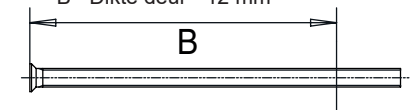

FIG. 7
IT PREDISPOSIZIONE DELLA PORTA TAGLIAFUOCO PER IL MONTAGGIO CON MANIGLIONE AD APPLICARE CON ELETTRICITÀ art. 1.07074.80.0 (Fig. 6 - Fig. 7)
- 3B. tagliare quadri e viti secondo le dimensioni indicate in fig. 7;
FR PREPARATION DE LA PORTE COUPE-FEU POUR LE MONTAGE DE LA BARRE ANTIPANIQUE A APPLIQUER DOTEE D'UN DISPOSITIF ELECTRIQUE art. 1.07074.80.0 (Fig. 6 - Fig. 7)
- 3B. couper tableaux et vis en respectant les dimensions indiquées sur la fig. 7 ;
DE VORBEREITUNG DER BRANDSCHUTZTÜR FÜR DIE MONTAGE EINER BETÄTIGUNGSSTANGE IN AUFSETZAUSFÜHRUNG MIT ELEKTRODRÜCKER Art. 1.07074.80.0 (Abb. 6. - Abb. 7)
- 3B. Die Vierkantstäbe und die Schrauben auf die in Abb. 7 angegebenen Maße ablängen;
EN PRE-SETTING A FIRE DOOR FOR INSTALLATION OF A RIM VERSION PANIC EXIT DEVICE WITH ELECTRIC HANDLE item 1.07074.80.0 (Fig. 6- Fig. 7)
ES PREPARACIÓN DE LA PUERTA CORTAFUEGOS PARA EL MONTAJE CON BARRA APLICADA CON ELECTROMANILLA Art. 1.07074.80.0 (Fig. 6 - Fig. 7)
- 3B. Corte los cuadrados y tornillos según las dimensiones indicadas en la Fig. 7;
NL VOORBEREIDING VAN DE BRANDDEUR OP MONTAGE VAN ELEKTRISCHE HANDGREEP VOOR MONTAGE art. 1.07074.80.0 (Fig. 6 - Fig. 7)
- 3B. snijd vierkantstiften en schroeven op de afmetingen die staan aangegeven in fig.7;